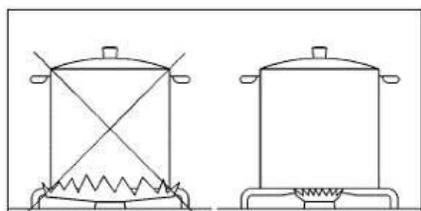

Рисунок 3
**Предупреждение:** как только жидкость начинает кипеть, уменьшите пламя таким образом, чтобы оно удерживало жидкость на грани кипения. Если ручки управления становятся все труднее поворачивать, обратитесь в ближайший сервисный центр. (см. Рисунок 3\*)